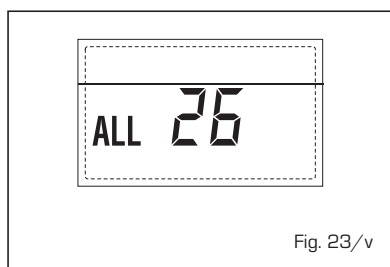

Fig. 23/v
- ANOMALIA COERÊNCIA APLICAÇÃO SOLARE "ALL 27" (fig. 23/w)